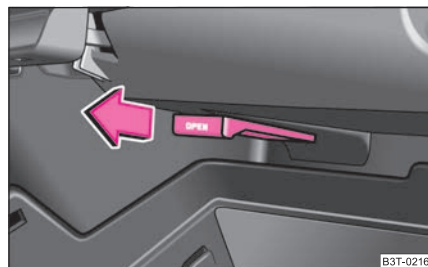

Fig. 92 Portaobjetos: manejo de la refrigeración
- Puede activar la refrigeración tirando de la palanca en sentido de la flecha ⇒ fig. 92.